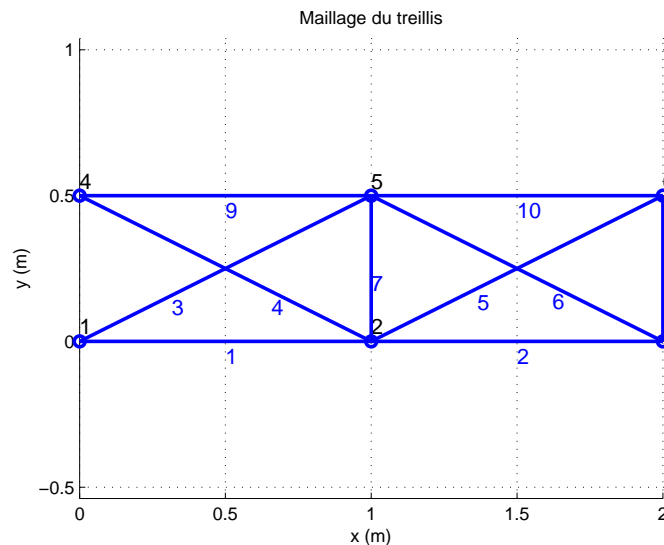
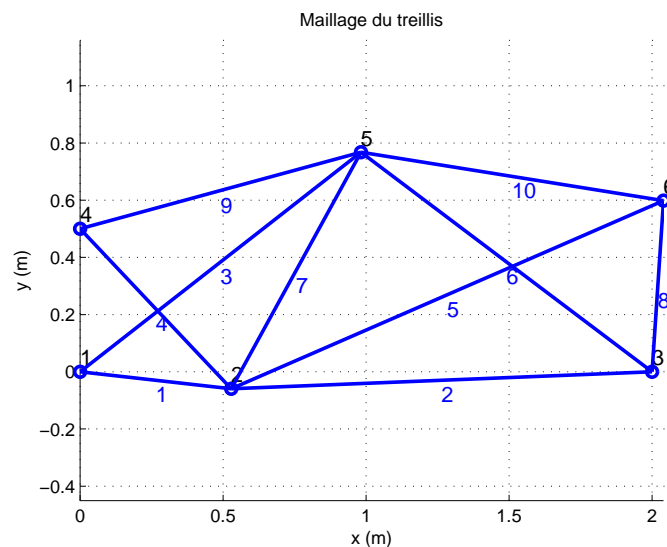

FIGURE 1 – Maillage du treillis à 6 noeuds et 10 éléments
FIGURE 2 – Maillage optimisé du treillis à 6 nœuds et 10 éléments
On se propose dans un premier temps de résoudre par éléments-finis le problème d'élasticité linéaire concernant le treillis de barres 2D présenté en fig. 1. Celui-ci est constitué de 10 barres possédant des sections ($A = 1 \text{ cm}^2$) et des modules d'Young ($E = 210 \text{ GPa}$) identiques.
2.9 Pour quelle configuration initiale et quel jeu de paramètres obtenez-vous la flèche la plus faible ? Quel est alors le gain par rapport au système présenté en fig. 1 ? A titre indicatif, la structure en fig. 2 conduit à une amélioration relative de 16.3%.